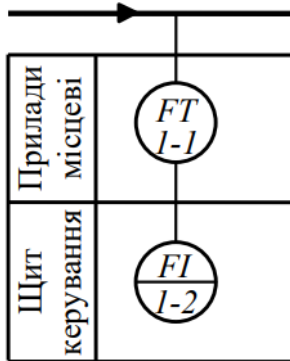

Рис. 11. Схема контролю витрати рідини в технологічному трубопроводі [6].
*Рішення задачі.* Схема контролю витрати рідини в технологічному трубопроводі наведена на рис. 11.